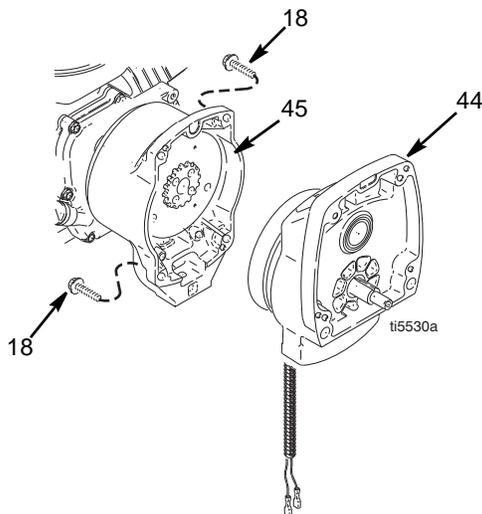
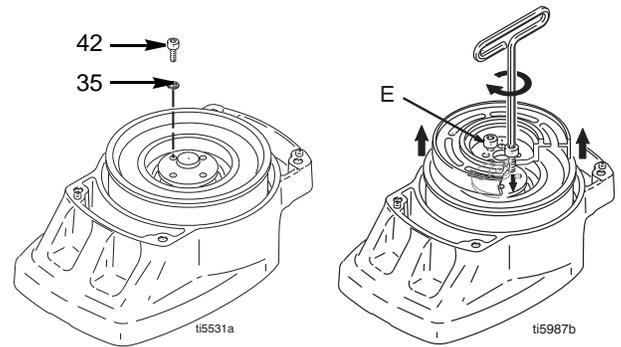

FIG. 4
FIG. 5
4. FIG. 4. Retire os quatro parafusos (18) e a unidade do pinhão (44).
5. FIG. 5. Coloque a unidade do pinhão (44) no banco com o lado do rotor voltado para cima.
6. Retire os quatro parafusos (42) e as quatro anilhas de segurança (35). Instale dois parafusos nos orifícios roscados (E) do rotor. Aperte alternadamente os parafusos até retirar o rotor.
9. FIG. 5. Coloque a unidade do pinhão na bancada com o lado do rotor voltado para cima.
10. Aplique locktite nos parafusos. Instale os quatro parafusos (42) e as anilhas de segurança (35). Aperte os parafusos alternadamente a um binário de aperto de 125 pol.-lbs até que o rotor fique bem fixo. Utilize os orifícios roscados para suportar o rotor.
11. FIG. 4. Instale a unidade do pinhão (44) com quatro parafusos (18).